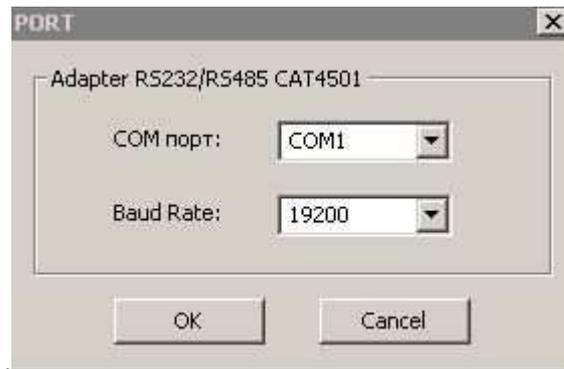

Рисунок 8
- 5) Перейти на вкладку **Выходы/Адрес** и в таблице **Управление выходами** занести в строку **1** значение **1** (рисунок 8). Выполнить команду **Установить**.